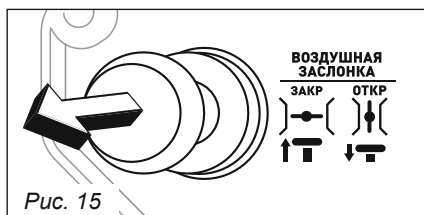

Рис. 15
3. Вытяните рычаг воздушной заслонки в положение «ЗАКРЫТО» (рис. 15).